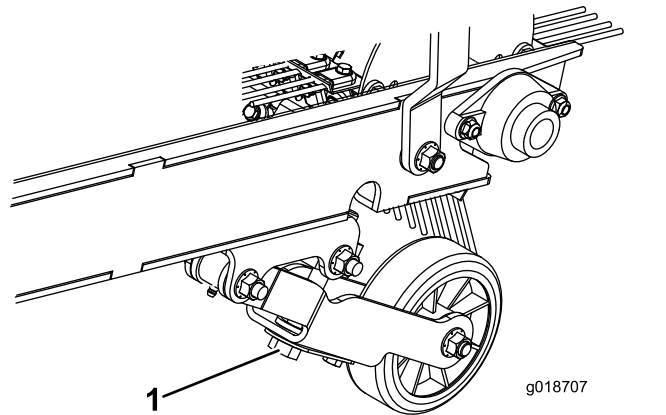

图10
2. 旋转深度调节螺栓，直至接耙可以轻轻接触到草坪草的顶部。如果安装了清扫机，清扫机应与草坪表面轻轻接触。当清扫机运转时，表面接触宽度应该是整个清扫机长度的约 25mm 宽（图10）。